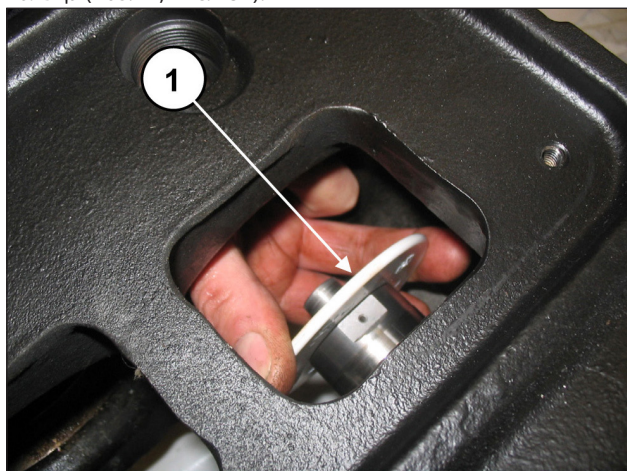

Рис. 137
Снимите с направляющей поршня брызгозащитные кольца (поз. ①, Рис. 137).